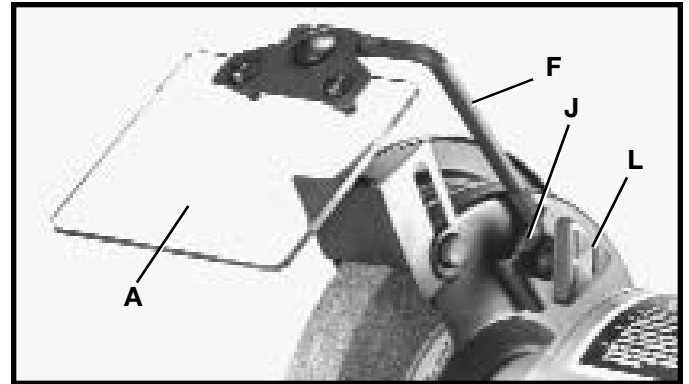

Fig. 8
3. Ensamble el extremo largo de la vara de montaje del escudo ocular (F) Fig. 8 al lado de cada protector de ruedas utilizando el soporte (J), 3/8 la arandela de cierre, y la perilla de cierre (L). El escudo ocular (A) es plenamente ajustable, de manera que puede colocarse en cualquier posición con tan sólo mover el escudo (A) o aflojar la perilla de cierre (L) y volviendo a posicionar la vara (F).